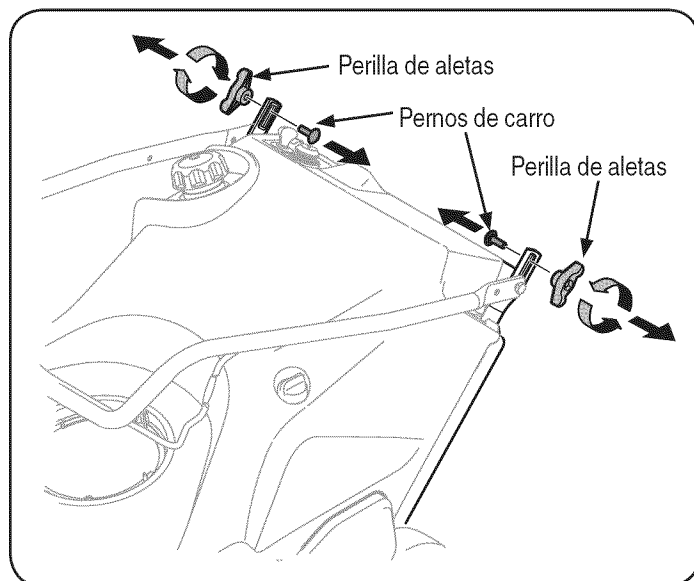

Figura 1
4. Extraiga las perillas de aletas y el perno de carro de la parte de arriba de la manija inferior. Vea la Figura 1. No es necesario extraer el tornillo con reborde y la tuerca de seguridad con brida que están debajo de la perilla de aletas y el perno de carro.